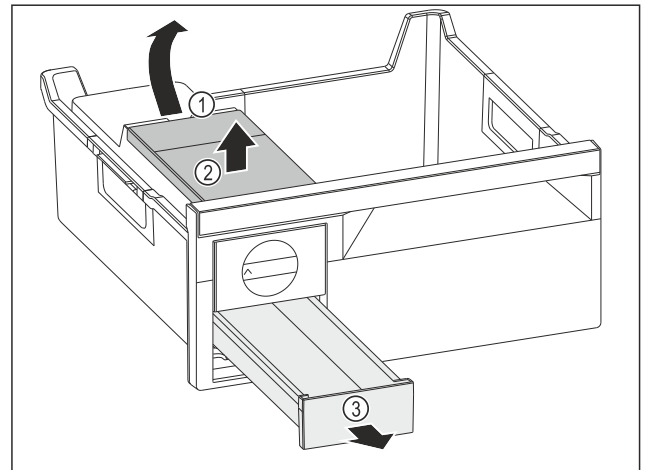

Fig. 143
- ▶ Wassertank entnehmen: Wassertank an der Aussparung Fig. 143 (1) anheben.
- ▶ Wassertank Fig. 143 (2) nach oben entnehmen.
- ▶ Eiswürfelschubfach Fig. 143 (3) nach vorne entnehmen.